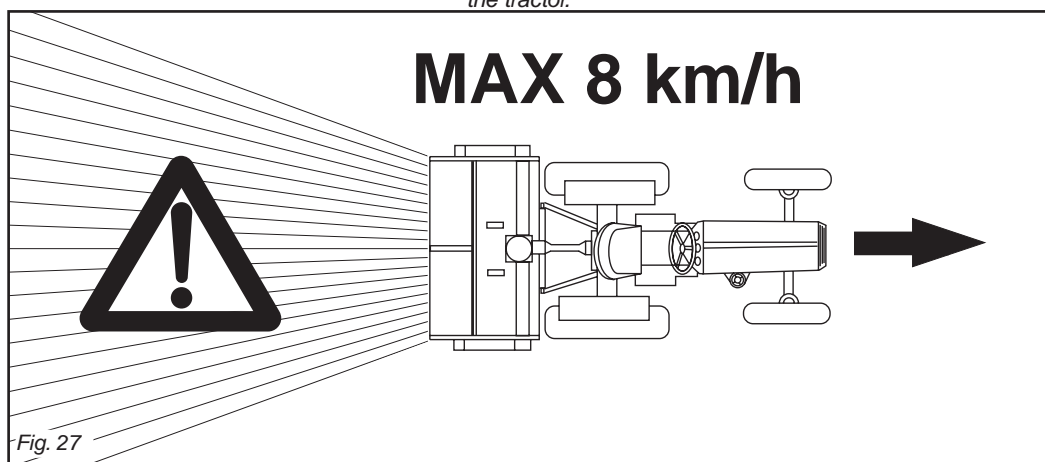

Fig. 27
*La vitesse du tracteur pendant que l'outil travaille la terre ne doit pas dépasser 8 km/h pour éviter toute sorte de dégâts ou de ruptures (Fig. 27).*
Die Fahrgeschwindigkeit des Schleppers mit arbeitendem Maschine darf nicht über 8 km/h liegen, um Schäden und Bruch zu vermeiden (Abb. 27).
Las velocidades del tractor con el equipo trabajando no deben superar los 8 km/hora para evitar roturas o daños (Fig. 27).